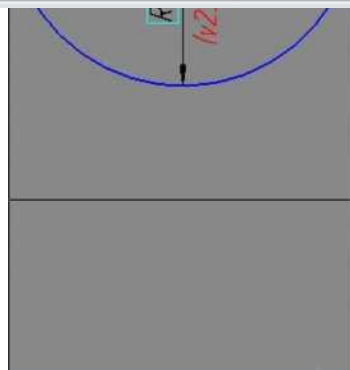

Рисунок 4.
- удаляем отрезки **a**, **б** и между точками **б** и **7** строим новый отрезок, получая окончательный эскиз бобышки, рисунок 4;